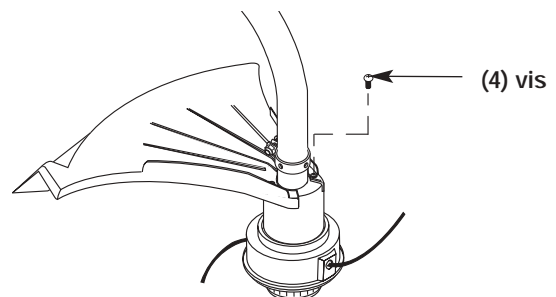

Fig. 5
3. Installez les quatre (3) vis à l'aide d'un tournevis à empreinte cruciforme (Fig. 5).